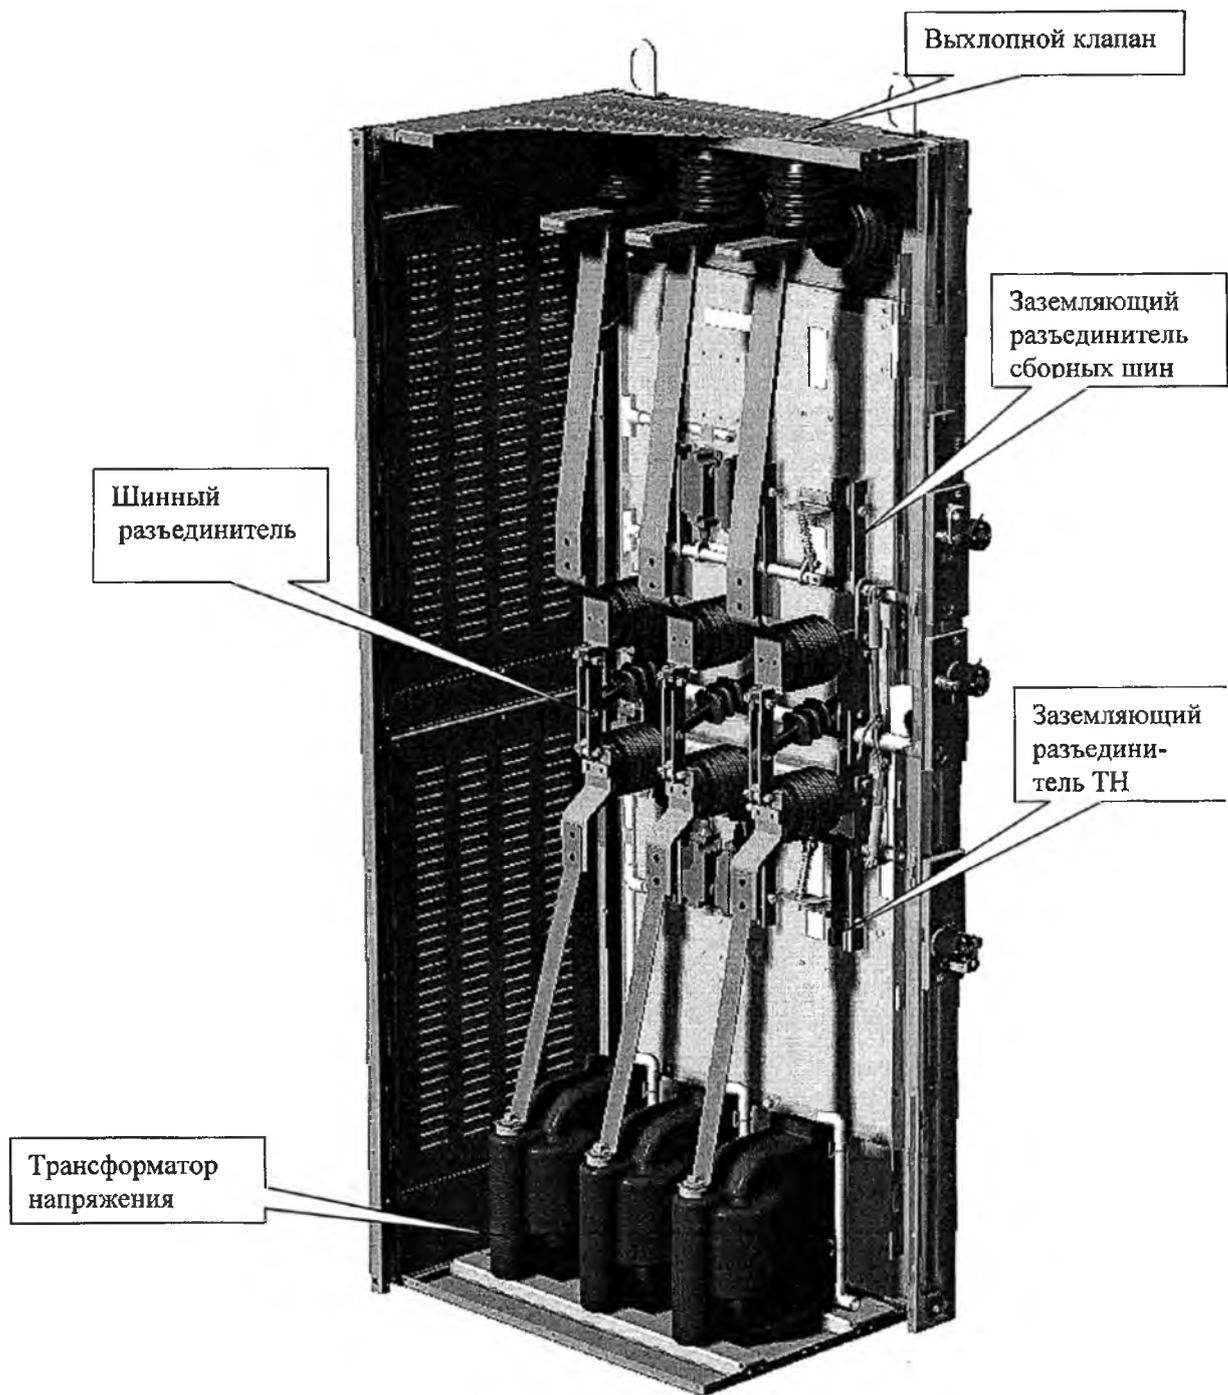

Рисунок 12 - Камера трансформатора напряжения
- камера с трансформатором напряжения – рисунок 12;